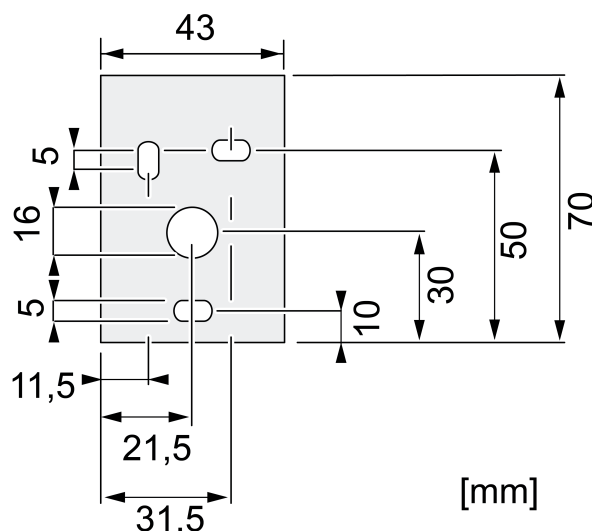

Рисунок 8: Крепежный кронштейн: размеры сверлильных отверстий
- Монтаж на стене: закрепите крепежный кронштейн подходящими винтами на стене, используя сверлильные отверстия (рисунок 8).
- Закрепите 7-контактный штекер на подключении (7). Затяните резьбовое кольцо с моментом затяжки не более 0,5 Нм.